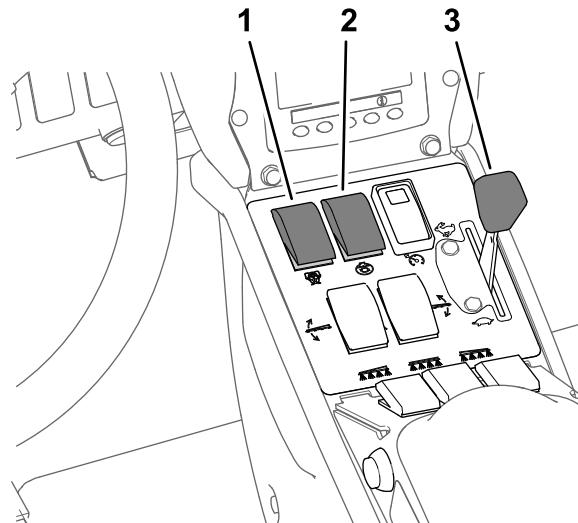

図 43
7. ポンプスイッチを ON 位置にする図 43。
8. スロットルレバーを高速位置にし図 43そのまま10分間待つ。
- 攪拌スイッチをOFF位置にし、スロットルを高速にする図43。